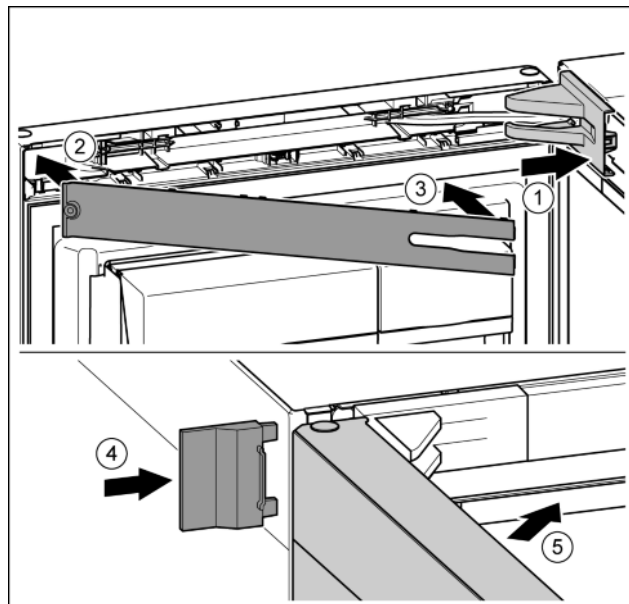

Fig. 43
- ▶ Nasad'te a zaklapněte kryt stojanu ložiska, příp. opatrně přitlačte od sebe. Fig. 43 (1)
- ▶ Nasad'te zásepku. Fig. 43 (2)
- ▶ Zásepku sklopte a zaklapněte. Fig. 43 (3)
- ▶ Vnější kryt nasuňte. Fig. 43 (4)
- ▶ Zavřete horní dveře. Fig. 43 (5)